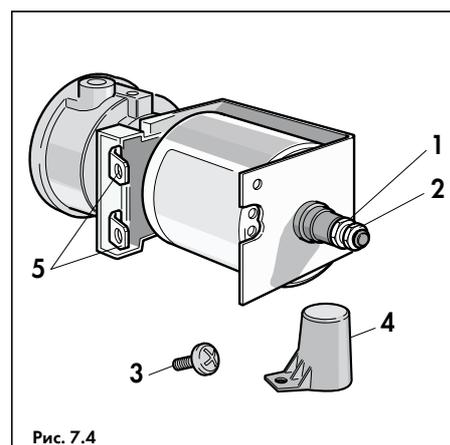

Рис. 7.4
- Вывинтить винт (3, рис. 7.4) и снять пластмассовый защитный колпачок (4, рис. 7.4) с модуляционного электромагнита;
- Вращая с помощью ключа на 7 регулировочный винт (2, рис. 7.4), установить давление газа на соплах, соответствующее значению, данному в таблице 7.2-7.3 для номинальной мощности аппарата:
- Установить пластмассовый защитный колпачок (4, рис. 7.4) на модуляционный электромагнит и закрепить его винтом (3, рис. 7.4);
- Разорвать цепь управления модуляционным электромагнитом, сняв один из штекеров с выводов (5, рис. 7.4);
- Вращая с помощью ключа на 9 регулировочный винт (1, рис. 7.4) установить стартовое давление газа на соплах, соответствующее значению, данному в таблице 7.2-7.3 в графе "мин. (Старт)":
- Восстановить цепь управления модуляционным электромагнитом, надев штекеры на выводы (5, рис. 7.4). Тем самым аппарат будет переведен в режим работы с номинальной мощностью, и на манометре можно считать соответствующее этому значению давления газа на соплах;